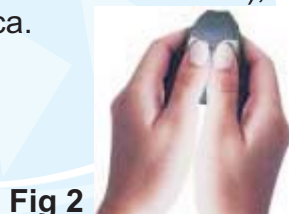

Fig 2
- **PASO 2:** Presione simultáneamente los dos botones del transmisor una única vez (fig 2) y seguidamente libérelos (deberá destellar el led SN), aguarde 5 segundos para que la central entre en modo de programación automática.